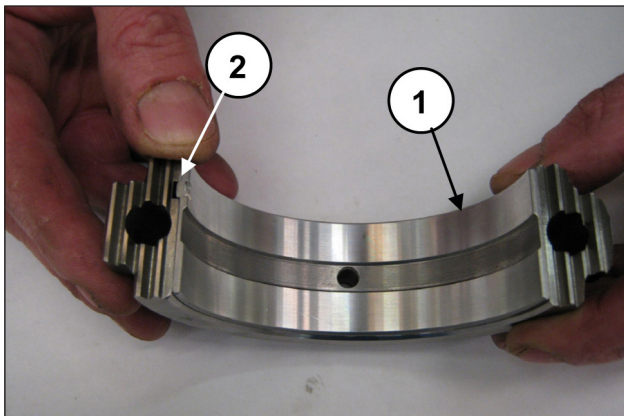

Fig. 69
Aplique os semi-rolamentos inferiores nas capas (pos. ①, Fig. 69) verificando se a lingueta de referência dos semi-rolamentos está posicionada no compartimento apropriado na capa (pos. ②, Fig. 69).